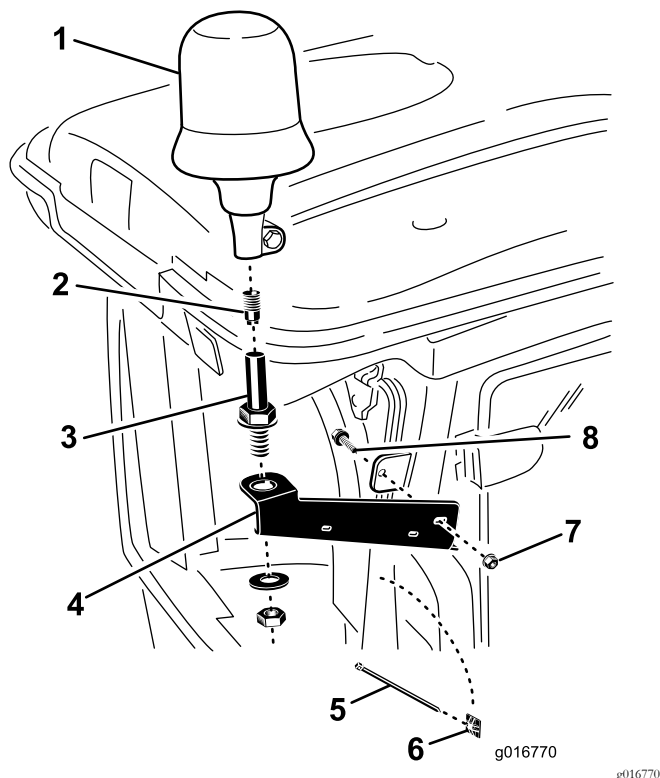

図 9
- ビーコン用ブラケットキャブ用をキャブのフレームの右側後ろ角部のタブに取り付ける ボルト3/8 x 1 インチ1本とナット3/8 インチで 図 9 のように取り付ける。まだ本締めしないこと。
3. ビーコンのソケットからビーコン用コネクタを外す 図 9。
7. ビーコン用ブラケットにソケットを取り付ける付属のジャムナットを使用する 図 9。
8. ビーコンをソケットに接続し、蝶ナットで固定する 図 9。
10. コーナーポストにパッド2枚を貼り付け、ケーブルタイを使ってワイヤハーネスをパッドに固定する 図 9。